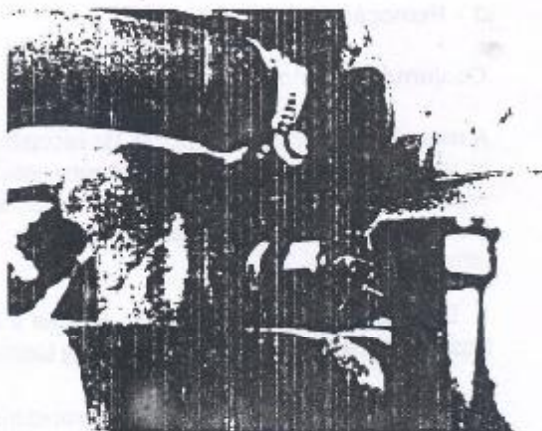

Figura 1.01.4 - Sensor magnético da ignição.
7. Desapertar a porca-trava e remover o conjunto do sensor magnético da ignição e respectivo chicote (Figura 1.01.4).